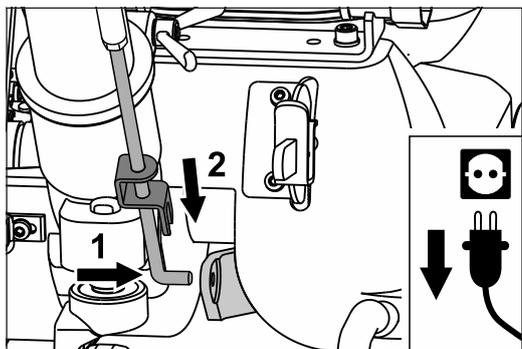

Abb. 7 Das Gestängeunterteil in die Abhebevorrichtung stecken (1) und mit dem Verschluss sichern (2).
- 3 Stecken Sie das Gestängeunterteil in die Bohrung an der Abhebevorrichtung (Abb. 7, 1) und sichern Sie das Gestänge mit dem Verschluss (Abb. 7, 2).